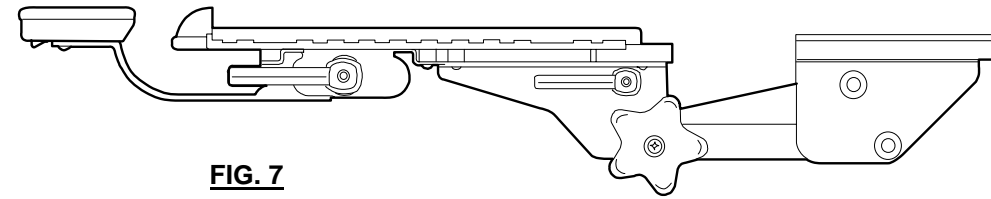
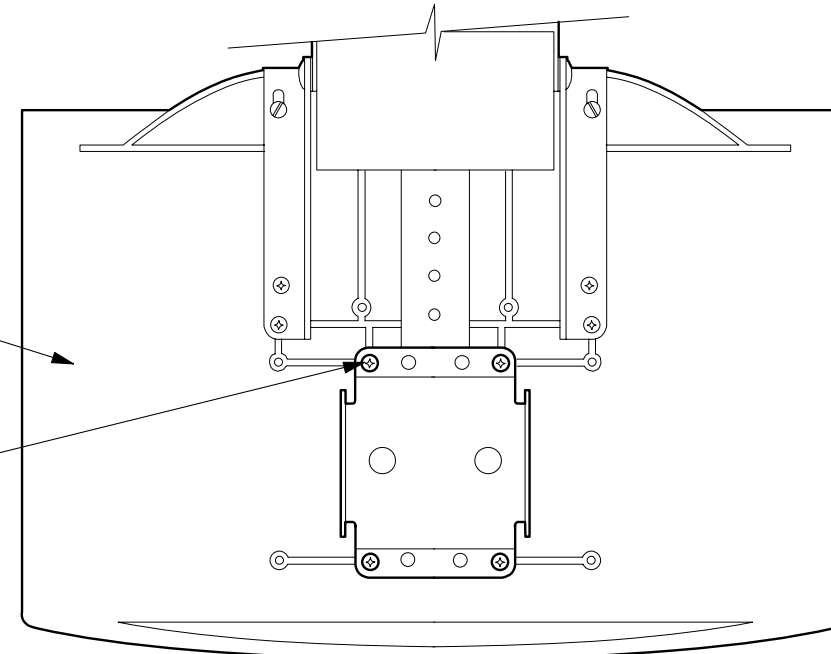

FIG. 7
FIG. 6A CENTER MOUNT
4. Line up four (4) holes on AKP tray base with four (4) holes in palm-rest track (Figs. 6A, 6B, 6C). Make sure palm-rest is oriented properly (Fig. 6). Use four (4) screws provided to attach palm rest to AKP tray base.
4. Aligner les quatre (4) trous de support du plateau AKP sur les quatre (4) trous de la glissière du repose-mains (Figs. 6A, 6B, 6C). S'assurer que le repose-mains est orienté correctement (Fig. 6). Utiliser les quatre (4) vis pour fixer la glissière de repose-mains au support de plateau AKP.
4. Breng de vier (4) gaten van de AKP bladsamenstel in één lijn met de vier (4) gaten in de steunplaat (Figs. 6A, 6B, 6C). Zorg er voor dat de handsteun in de goede stand staat (Fig. 6). Gebruik de (4) schroeven voor het bevestigen van het steunplaat aan het AKP bladsamenstal.
4. Alinee los cuatro (4) agujeros en la base de la bandeja AKP con los cuatro (4) agujeros en al corredera del descanso para la mano (Figs. 6A, 6B, 6C). Asegúrese de que el descanso para la mano esté orientado correctamente (Fig. 7). Use los cuatro (4) tornillos para fijar el descanso para la mano a la base de la bandeja AKP.